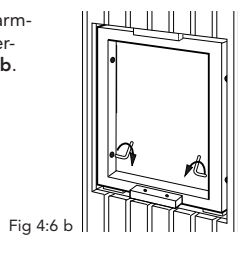

Fig 4:6 b
7. Skruva med insexnyckel ut de **övre** karmhylsorna, så att de ligger an mot fönsterhålets väggsidor, se fig. 4:7 a och 4:7 b.